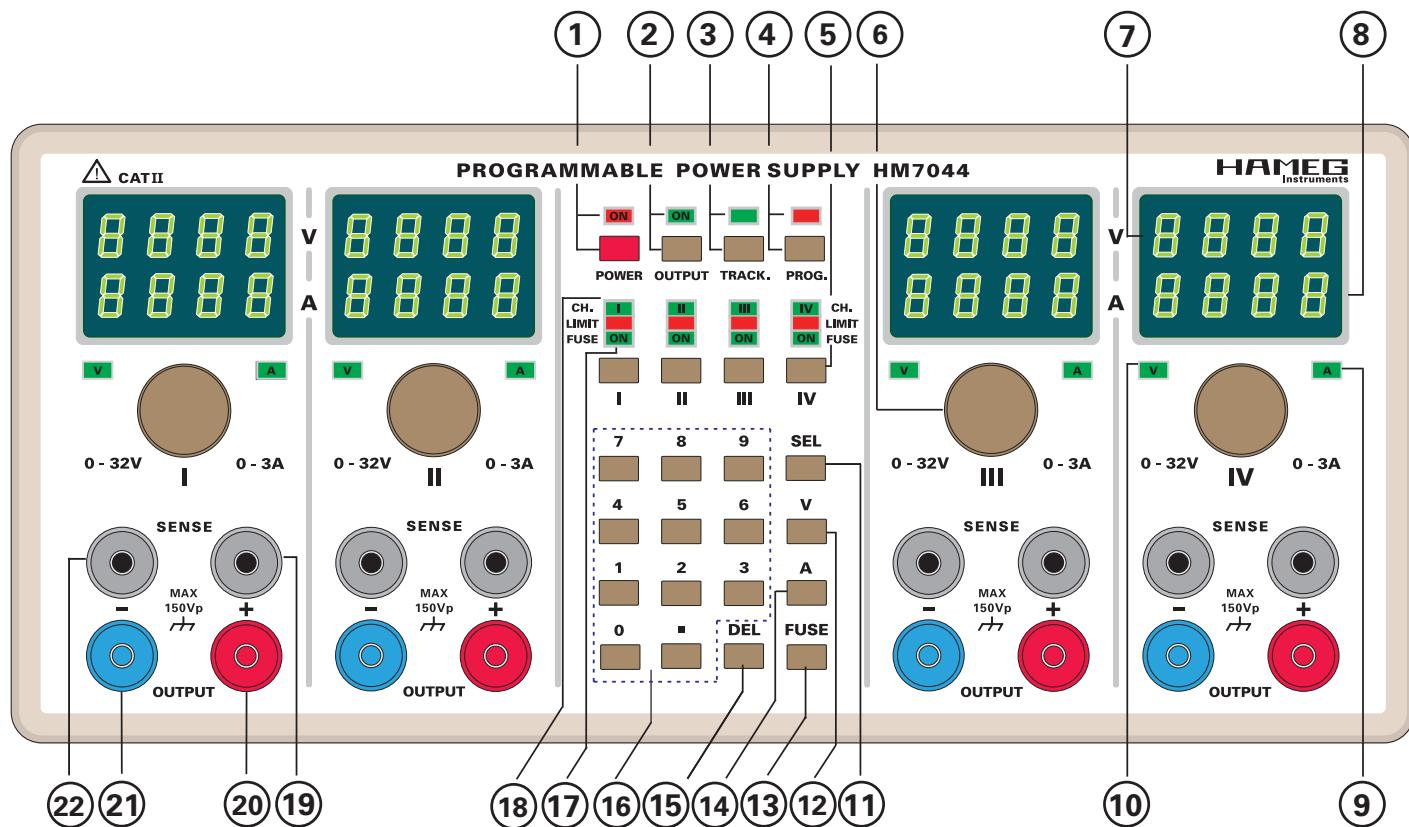

Abb. 1
2. Die beiden Kunsstoffflaschen des Sicherungshalter (s. Abb. 1) sind mit einem geeigneten Werkzeug (z.B. kleiner Schraubendreher) nach innen zu drücken.